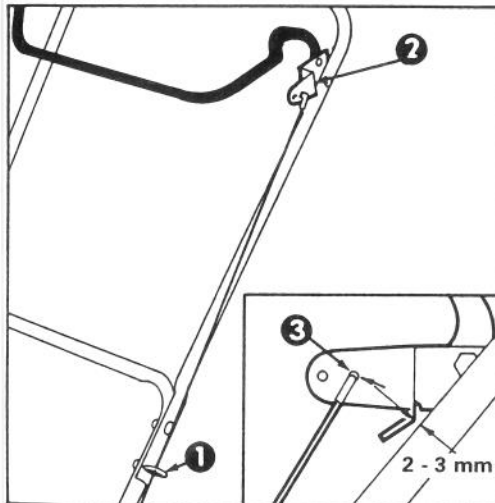

Abb. 9
### EINSTELLUNG DER SCHALTSTANGE (Abb. 9 und 10)
2. EINSTELLUNG PRÜFEN (Abb. 9) — Schaltstange zum Griff hinbewegen, bis der Zug nicht mehr durchhängt. Den Spalt zwischen der Schaltstangenhalterung und dem Griff sollte ungefähr 2 bis 3 mm betragen. Ist der Zug zu lose oder zu straff, zu Schritt 3 zwecks Einstellung übergehen.